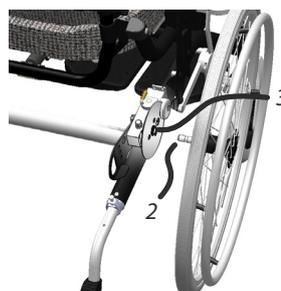

Abb. 7. Radachse (2) und Hülse (3).
- Führen Sie die Radachse (2) in die Buchse (3) an der Radhalterung ein, siehe Abb. 7.